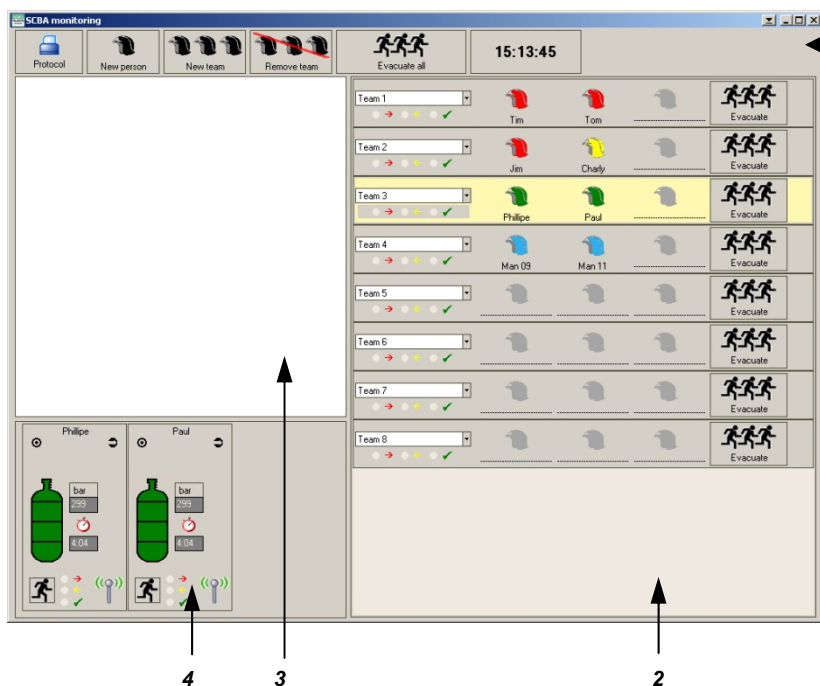

Рис. 14 Пользовательский интерфейс программы телеметрического наблюдения
- Отображение детальной информации о давлении, оставшемся времени работы и сигнале тревоги, строка меню (→ Рис. 14).